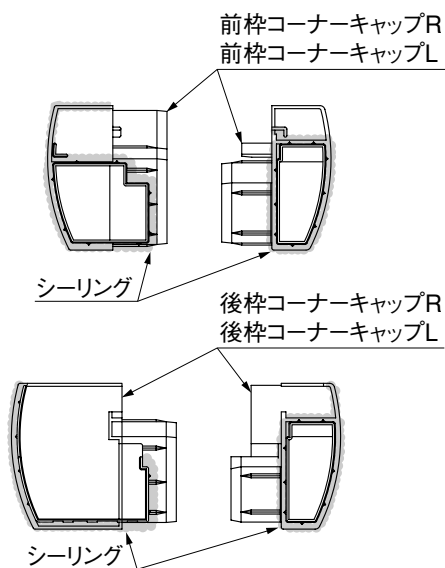
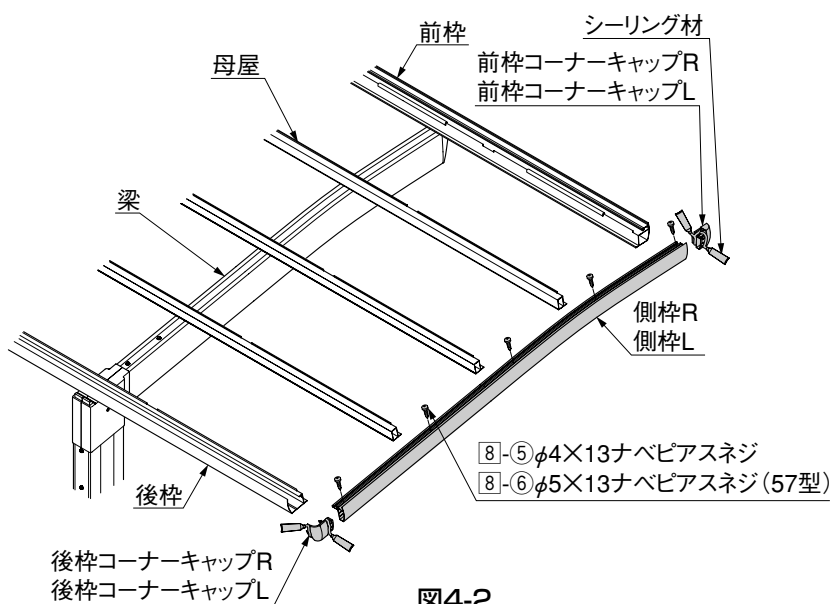
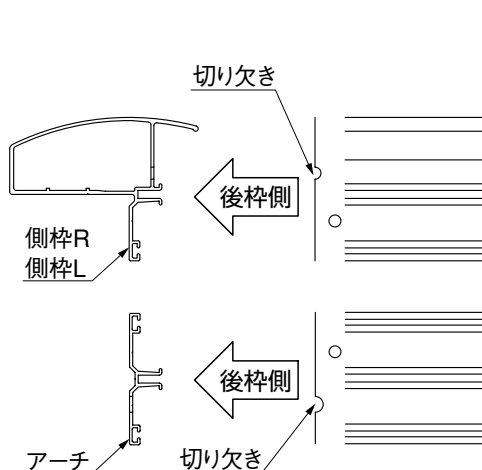
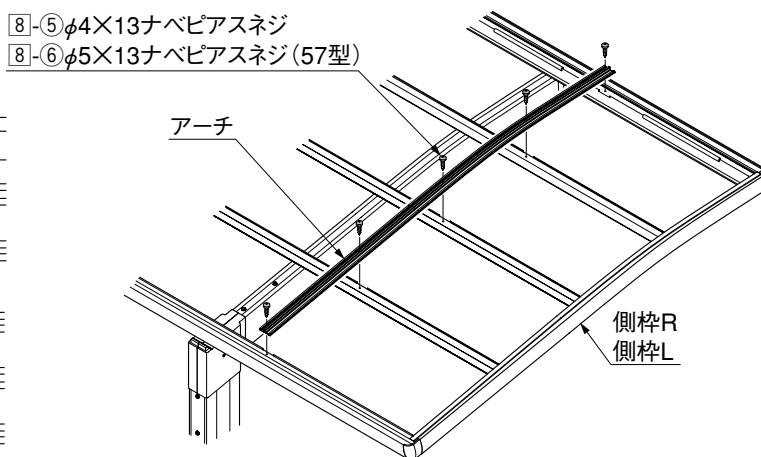

図4-1
図4-2
図4-3
図4-4
- ① 前枠コーナーキャップR・前枠コーナーキャップLおよび後枠コーナーキャップR・後枠コーナーキャップLにシーリング材を充てんして、側枠R・側枠Lに取付けてください。(図4-1、図4-2参照)
- 側枠R・側枠Lには左右があります。切り欠きが入っている方を後枠側にしてください。(図4-2参照)
- 指定の箇所にシーリングしてください。(図4-1参照)
- ② 前枠・後枠・母屋に側枠R・側枠Lの穴を合わせて、8-5または8-6で取付けてください。
- ③ アーチの前後を確認して、前枠・後枠・母屋にアーチの穴を合わせて、8-5または8-6で取付けてください。(図4-3、図4-4参照)
- ④ 屋根枠まわりの対角・水平出しおよび柱の垂直出しをしてください。